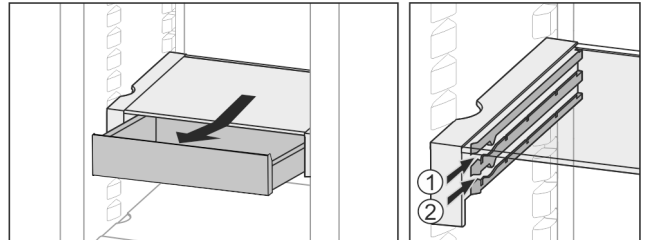

Fig. 38
- ▶ 在任意高度 Fig. 38 (1) 或 Fig. 38 (2) 推入。